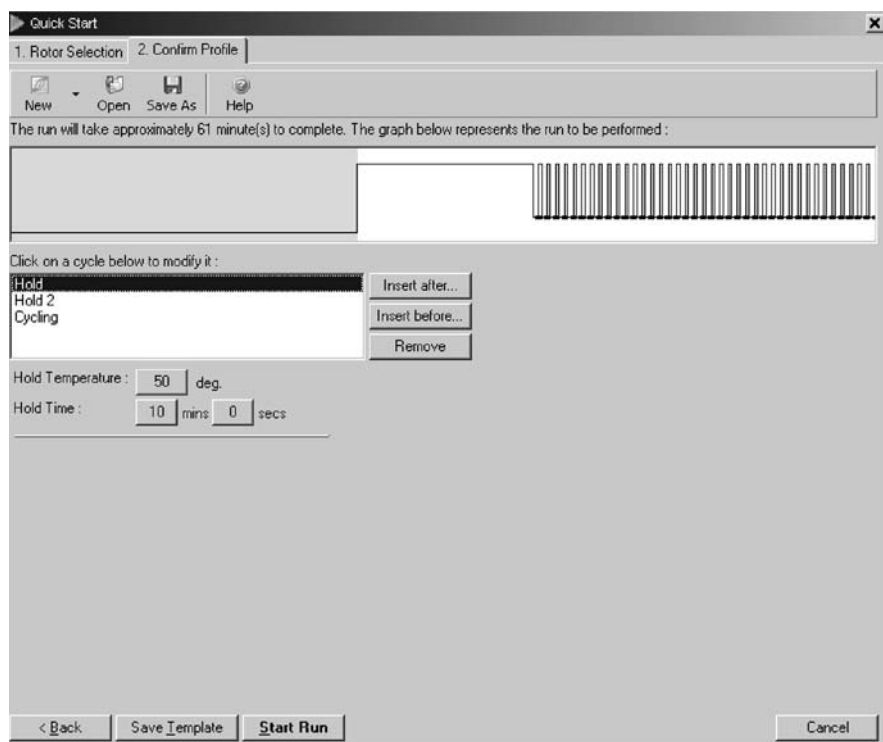

図3. 逆転写反応
5. **Rotor-Gene サイ클ラー** を表 4 (9 ページ) と図 3～5 (10～12 ページ) に従ってプログラムする。